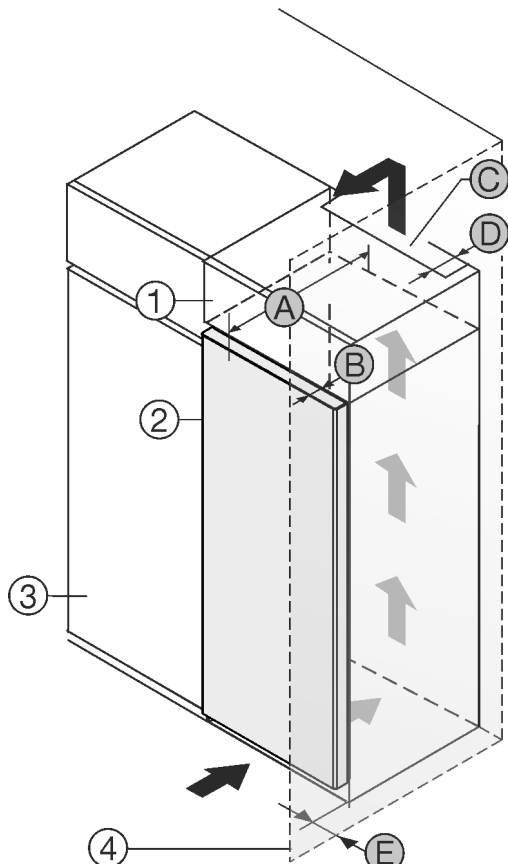

Fig. 1
Apparaat direct naast de keukenkast Fig. 1 (3) opstellen.*
Apparaat met afstand van 5 cm tussen apparaat en keukenkast Fig. 1 (3) opstellen.*
Aan de achterzijde van de opzetkast moet een luchtafvoerkanal met de diepte Fig. 1 (D) over de volledige breedte van de opzetkast aanwezig zijn.*
Onder het plafond moet de ventilatievoersnede Fig. 1 (C) worden aangehouden.*
Wanneer het apparaat met de scharnieren naast een wand Fig. 1 (4) wordt geplaatst, moet de afstand tussen het apparaat en de wand minimaal 40mm bedragen. Dit komt overeen met de uitsteekmaat van de handgreep bij geopende deur.*